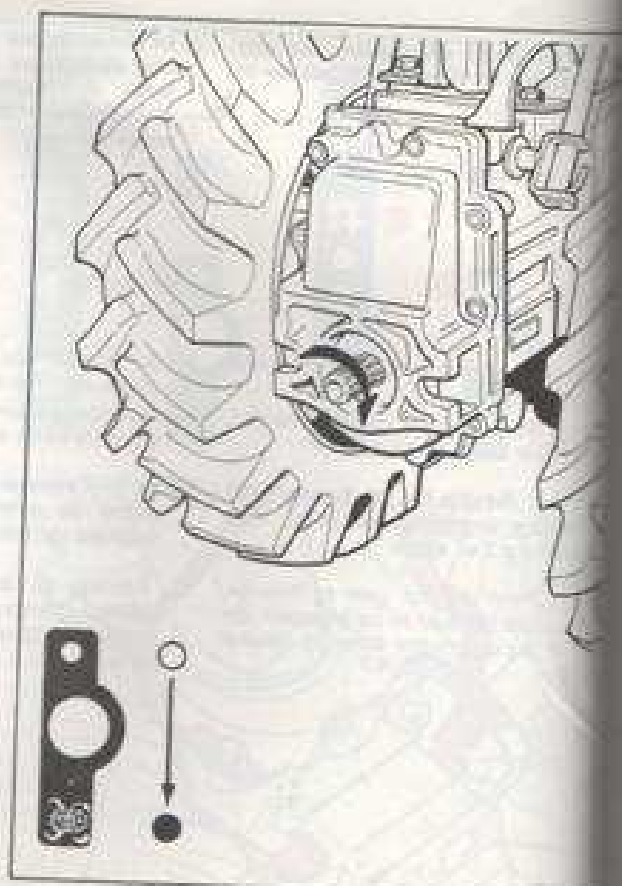

Fig. 7 - Bild 7
2. Innestare la presa di potenza (vedere targhetta di fig. 7), accertarsi che la leva sia perfettamente innestata.
2. Engage the power take-off (see tag fig. 7), make sure the lever is properly engaged.
2. Connecter la prise de force (voir plaquette fig. 7), s'assurer que le levier soit parfaitement engagé.
2. Die Zapfwelle einschalten (siehe Schild im Bild 7). Sich vergewissern, dass der Steuerhebel einwandfrei eingeschaltet ist.